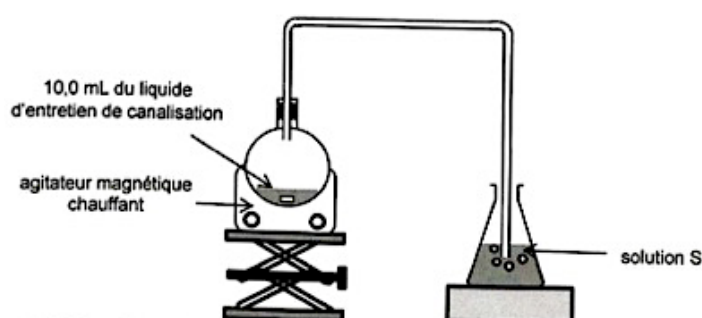

Figure 1 : Schéma du montage expérimental d'extraction de l'ammoniac contenu dans le liquide d'entretien de canalisation
- Réaliser sous la hotte le montage schématisé ci-après (figure 1) ;